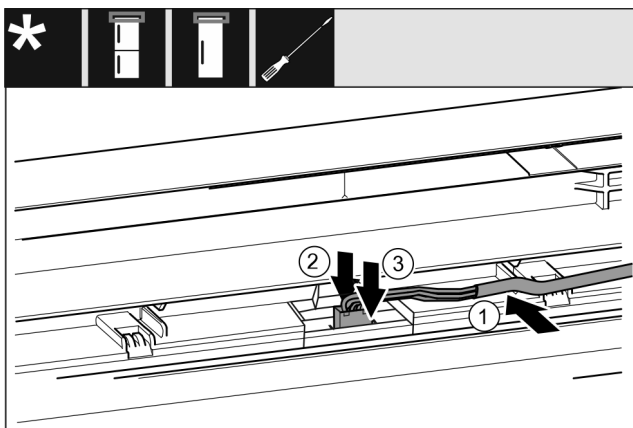

Fig. 44
- ▶ 将灰色电缆置入上方冰箱门的导向装置。 Fig. 44 (1)
- ▶ 向后按住止动凸缘。 Fig. 44 (2)
- ▶ 插入插头。 Fig. 44 (3)